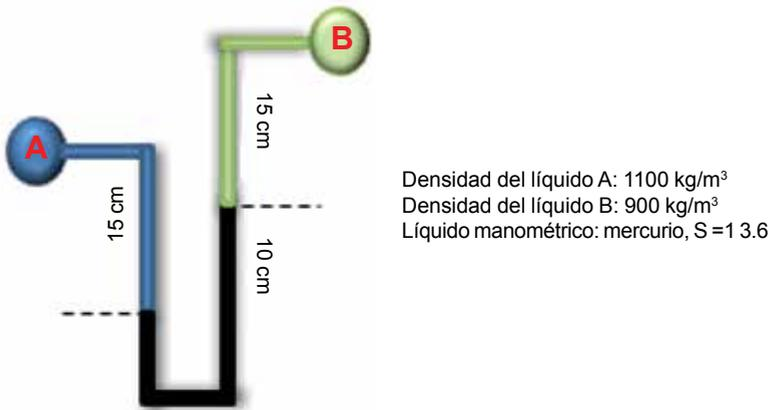

Figura 11. Problema e.
- Determinar la diferencia de presión entre los dos tubos de la figura 11.